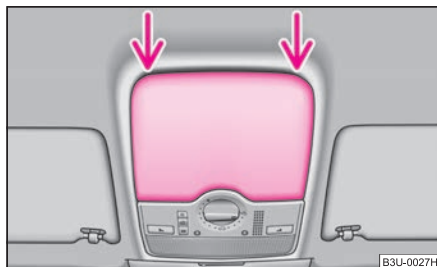

**Fig. 32** Vano nell'imperiale: punto di applicazione del cacciavite
- Puntare con cautela un cacciavite piatto (attrezzatura di bordo) sul lato posteriore del coperchio del motorino del tetto ⇒ fig. 32.